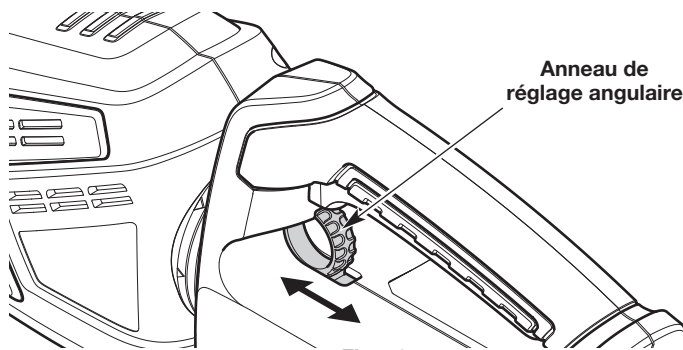

Fig. 10
1. Tirez et maintenez l'anneau d'ajustement angulaire (Fig. 10).